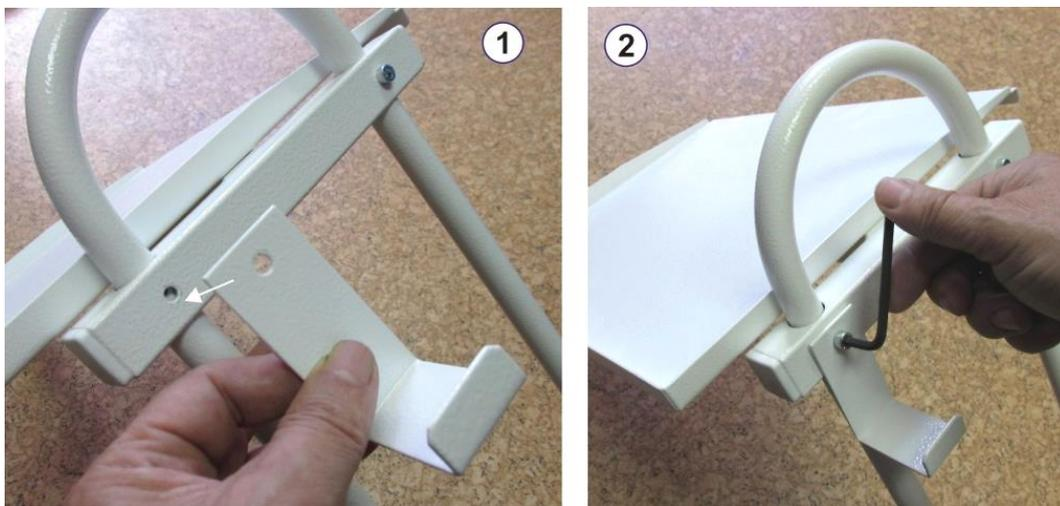

Рис.9. Установка кронштейна излучателя "ОГОЛОВЬЕ" на основание верхней приборной полки.
- Взять кронштейн для расположения излучателя "ОГОЛОВЬЕ" в нерабочем положении и, установив его как показано на рис.9, на основание верхней (установленной согласно предыдущему пункту) полки зафиксировать винтом из комплекта поставки стойки.